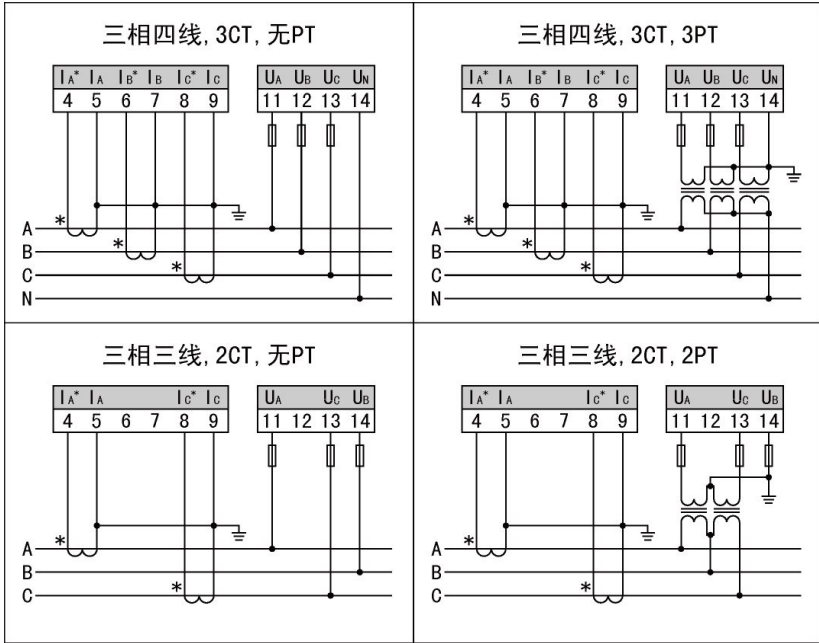

图 3-4 接线图
- 三相三线信号输入接法：在三相三线网络中 B 相电流不需连接， $U_b$  接 14 号端子，其具体接线请参考图 3.4 接线图。